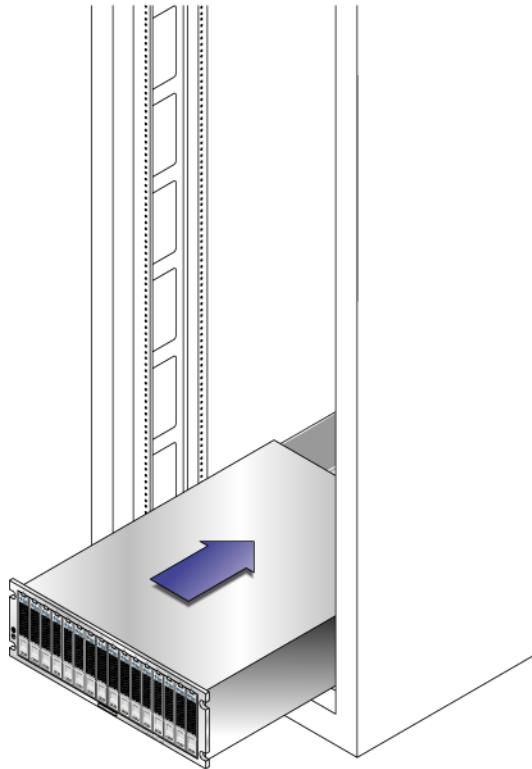

FIGURE 2-9 Insertion de l'unité dans l'armoire
2. Faites glisser doucement l'unité dans l'armoire jusqu'à ce que les pattes avant de l'unité touchent la face verticale de l'armoire (FIGURE 2-9).